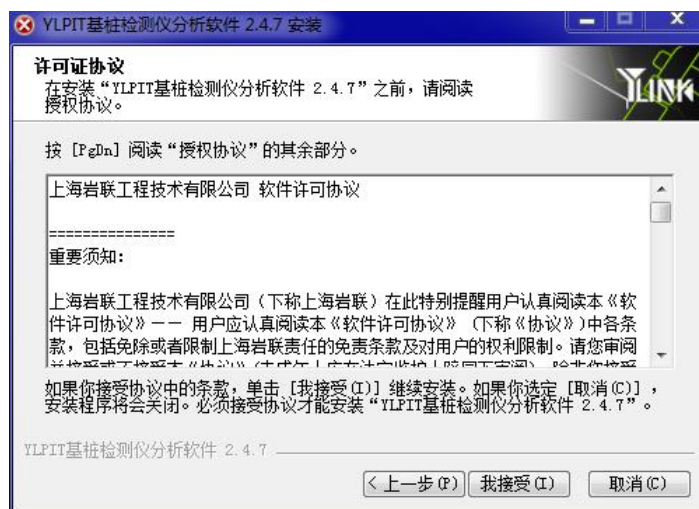

图 3-2 许可证协议确认界面
② 点击【**下一步(N)**】，进入许可证协议界面，见图 3-2